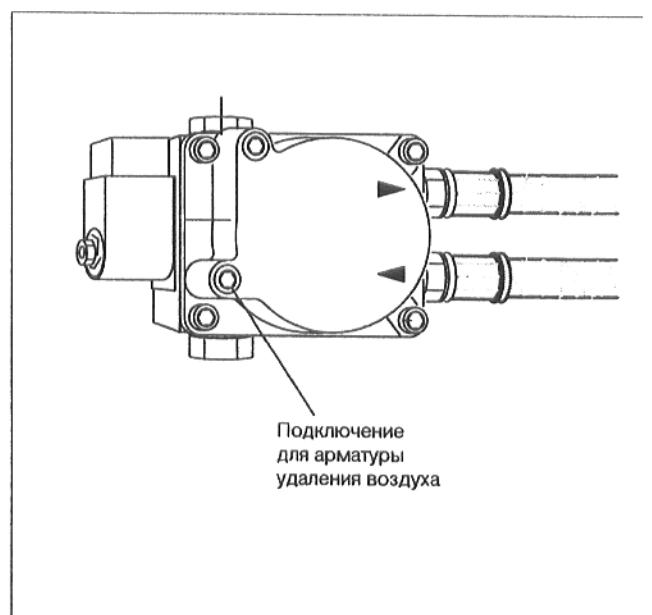

Рис.2: Насос
- Ввинтить арматуру удаления воздуха с привинченным манометром в штуцер подключения манометра насоса (рис.2) и удалить воздух (удаление воздуха **не разрешается производить при открытом магнитном клапане**).